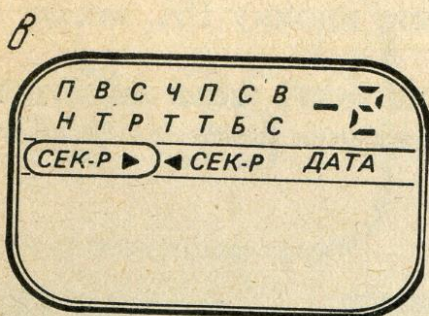

Рис. 19. Режимы работы часов:
**Режим работы.** Основным режимом работы является режим текущего времени. На индикаторе высвечиваются часы, минуты, день недели и секунды — состояние В, или часы, минуты, день недели и дата — состояние Д (рис. 19,а). При этом рамка вокруг надписей "СЕК-Р▶", "◀СЕК-Р" отсутствует или горит постоянно. В состоянии В разделительная точка не мигает, изменяются показания секунд, в состоянии Д между показаниями часов и минут точка мигает, символизируя ход часов. Перевод часов из состояния В в состояние Д и наоборот осуществляется нажатием кнопки ЛН.
В режиме прямого секундомера на индикаторе высвечиваются часы, минуты, секунды (рис. 19,б), десятые доли секунд (рис. 19,в)—по вызову обычно в нулевом состоянии. Точка между часами и минутами неподвижна, пульсирует рамка вокруг надписи "СЕК-Р▶". Данное состояние обозначим буквой С (секундомер).